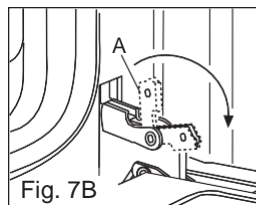

Fig. 7B
- 2) positionner les crochets « **A** » des charnières vers l'extérieur (voir fig. 7B).